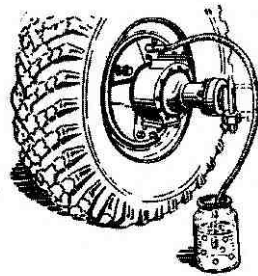

Рис. 60. Удаление воздуха из гидропривода тормозов автомобиля ГАЗ-66-11
9. Прокачать колесные цилиндры тормозов (рис. 60 и 61), выполнив работы, указанные в пп. 3—7, в следующей очередности: